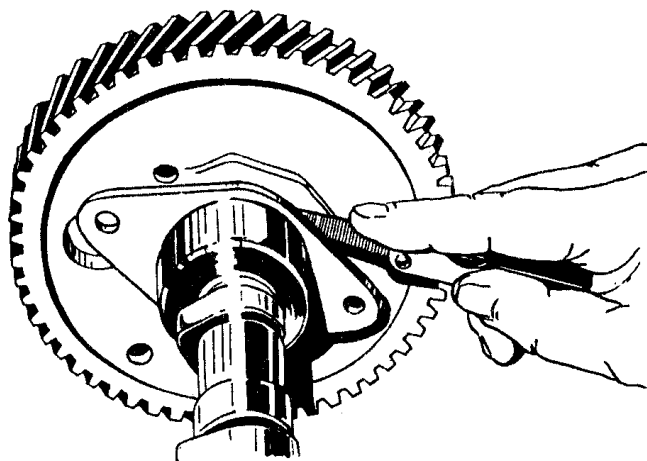

Рис.60. Проверка осевого зазора распределительного вала
- с помощью щупа, введенного между упорным фланцем и ступицей шестерни распределительного вала, измерить осевой зазор распределительного вала (рис.60). Зазор должен быть $0,08 \dots 0,26 \text{ мм}$.